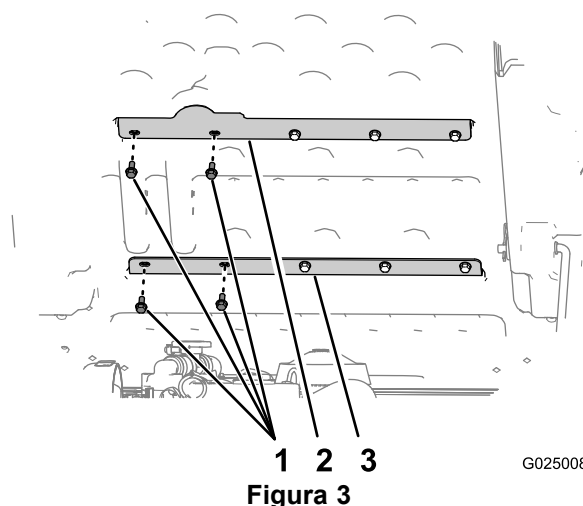

Figura 3
1. Retire los 2 pernos de la izquierda (5/16 x 3/4 pulgada) que sujetan el refuerzo superior a la plataforma (Figura 3).
2. Retire los 2 pernos de la izquierda (5/16 x 3/4 pulgada) que sujetan el refuerzo inferior a la plataforma (Figura 3).